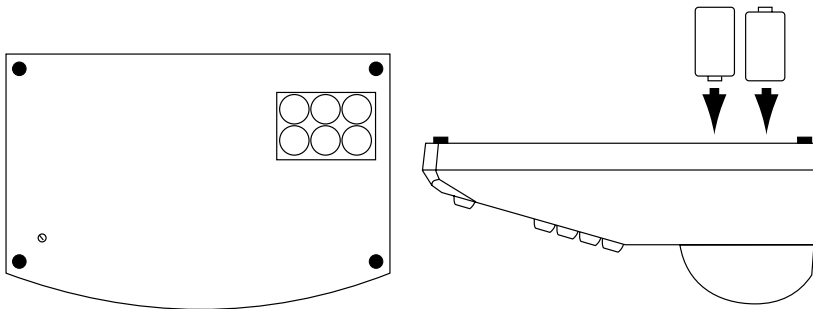

Figure 2. Compartiment à pile
2. Insérer six piles alcalines LR20. Respecter les polarités (se reporter à la figure 2).